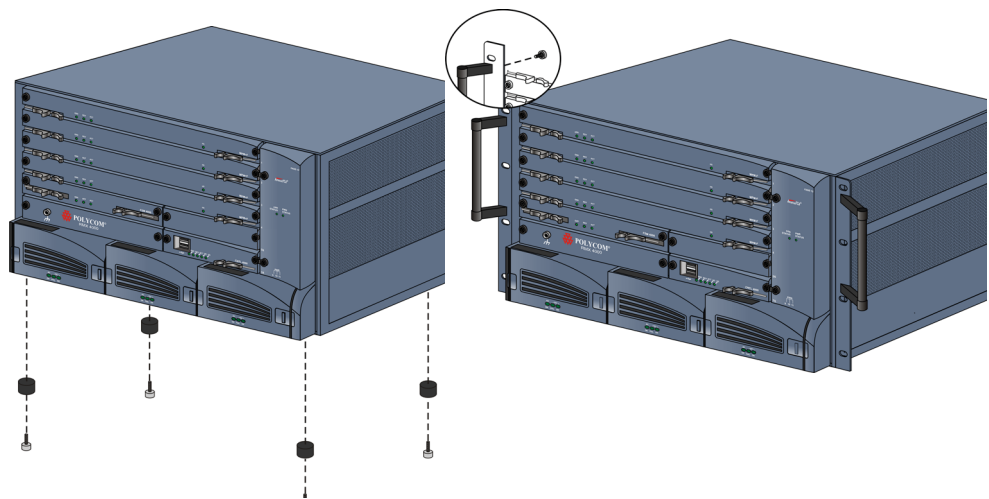

Abbildung 1-1 *Optional – Schnelles Entfernen von Fuß und Griff*
- Optional – Abhängig von dem an Ihrem Standort installierten Gestell müssen Sie eventuell die Griffe entfernen, wenn sie am RMX 4000 angebracht sind. Schrauben Sie die Griffe vom Chassis, wie in Abbildung 1-1, *“Optional – Schnelles Entfernen von Fuß und Griff”* gezeigt, ab.
- Optional – Wenn die im Gestell für das RMX 4000 vorgesehene Öffnung genau 6U groß ist, muss der Fuß vom RMX 4000 entfernt werden, um ihn im Gestell zu montieren. Schrauben Sie den Fuß wie in Abbildung 1-1, *“Optional – Schnelles Entfernen von Fuß und Griff”* gezeigt vom Chassis los.